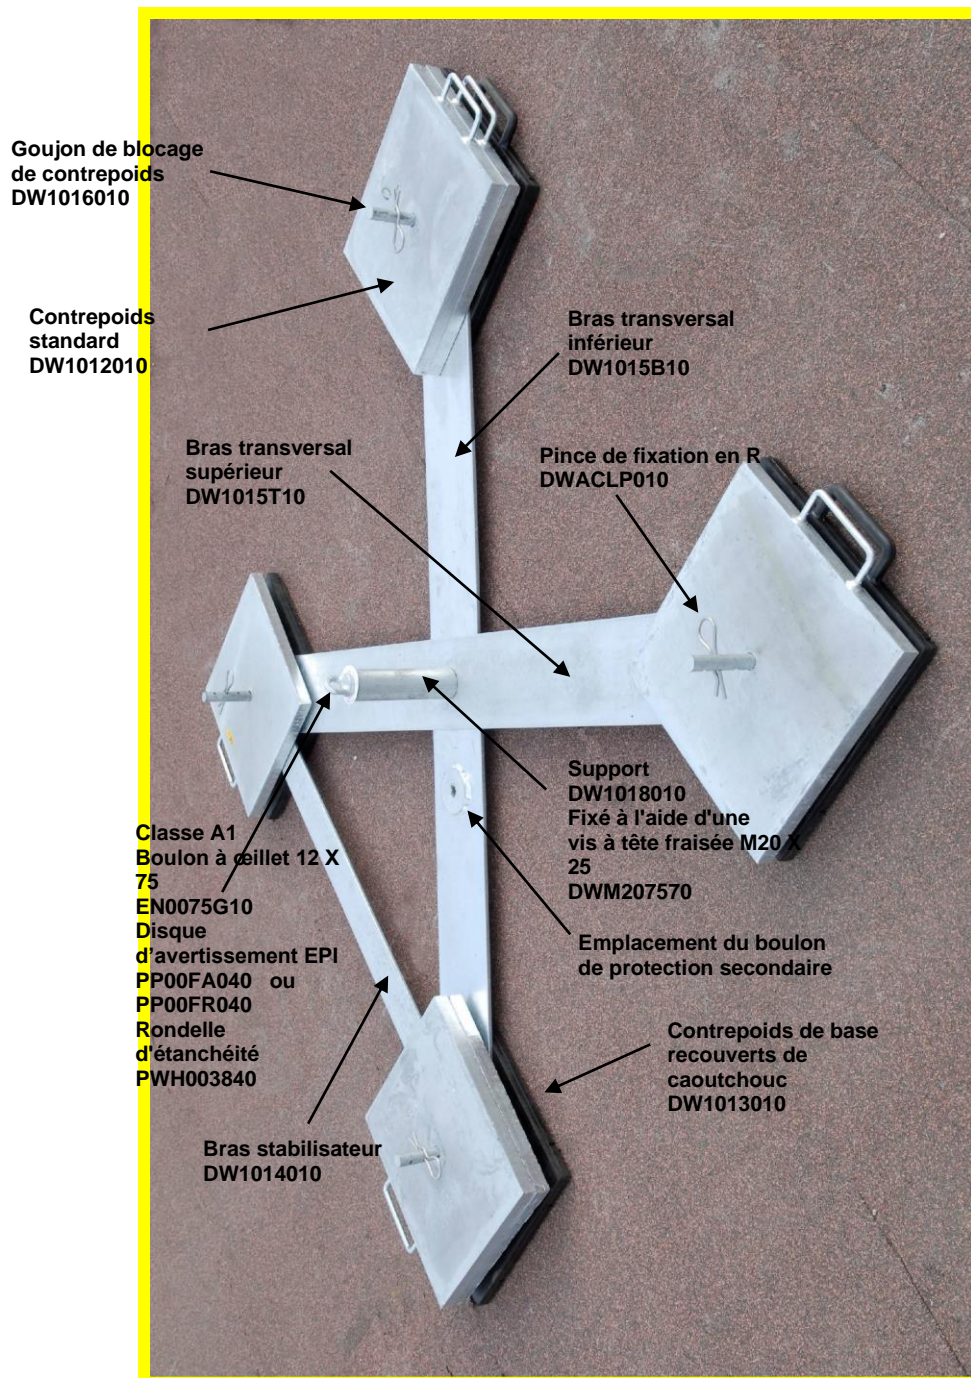

Figure 1
Les pièces de la figure 1 éventuellement manquantes ou endommagées, doivent impérativement être remplacées par des pièces d'origine. Consultez votre fournisseur ou le constructeur pour obtenir des conseils.
- Vérifiez que le nombre de contrepoids employé est correct pour le type de toiture (consultez la page 2-13) et que ces contrepoids sont correctement répartis sur les six broches de sécurité (consultez la Figure 1, page 2-4).